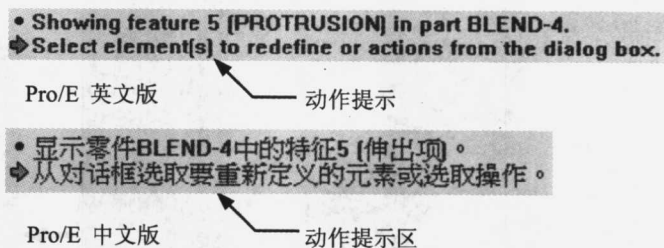
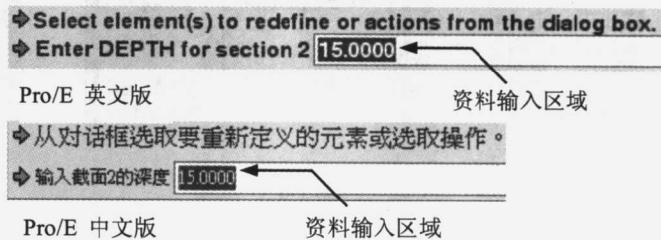

图 1-3
图 1-4
7. **信息窗口**——当进行零件设计时，在仪表板的下方会提示用户下一步动作是什么 (见图 1-3)，或要求用户输入必要的资料 (见图 1-4)，并响应指令执行的情形。